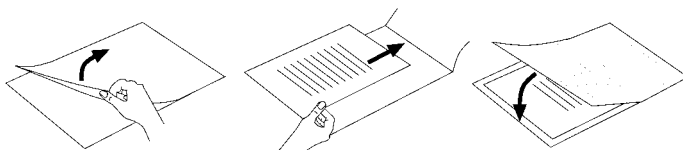

Fig. 2
- ▶ Vær opmærksom på, at du udelukkende anvender en folie til laminering. Klap den op på forhånd som f.eks. vist på fig. 2.